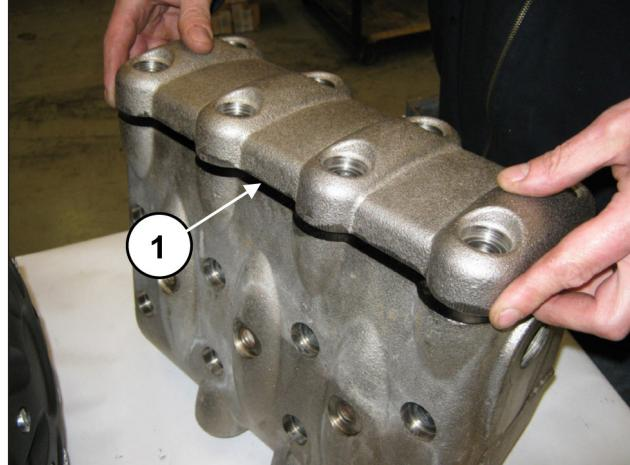
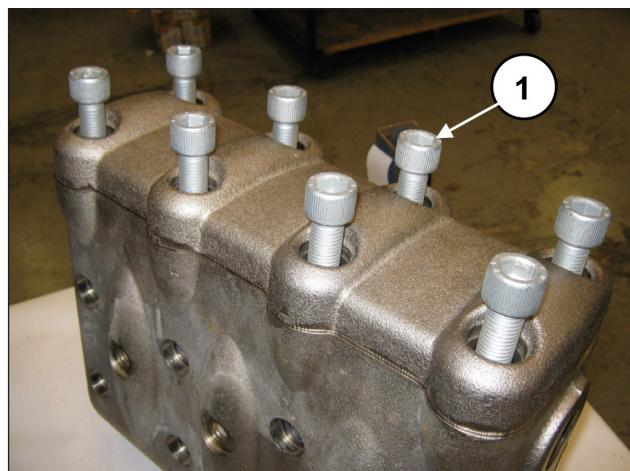

Fig. 126
Fig. 127
Après avoir monté les groupes soupape et le bouchon de la soupape, poser le couvercle des soupapes (rep. ①, Fig. 126) et serrer les 8 vis M16x55 (rep. ②, Fig. 127).